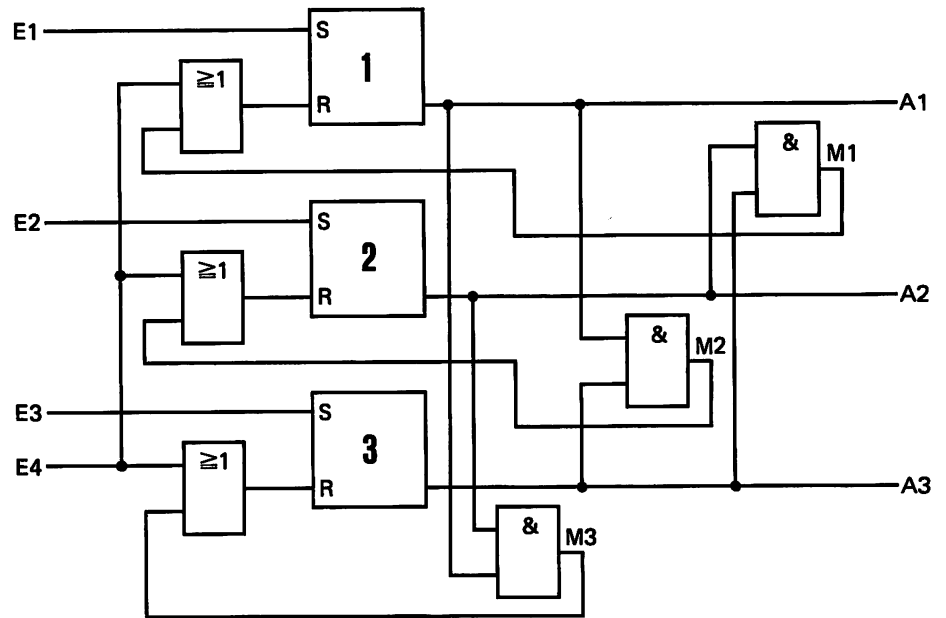
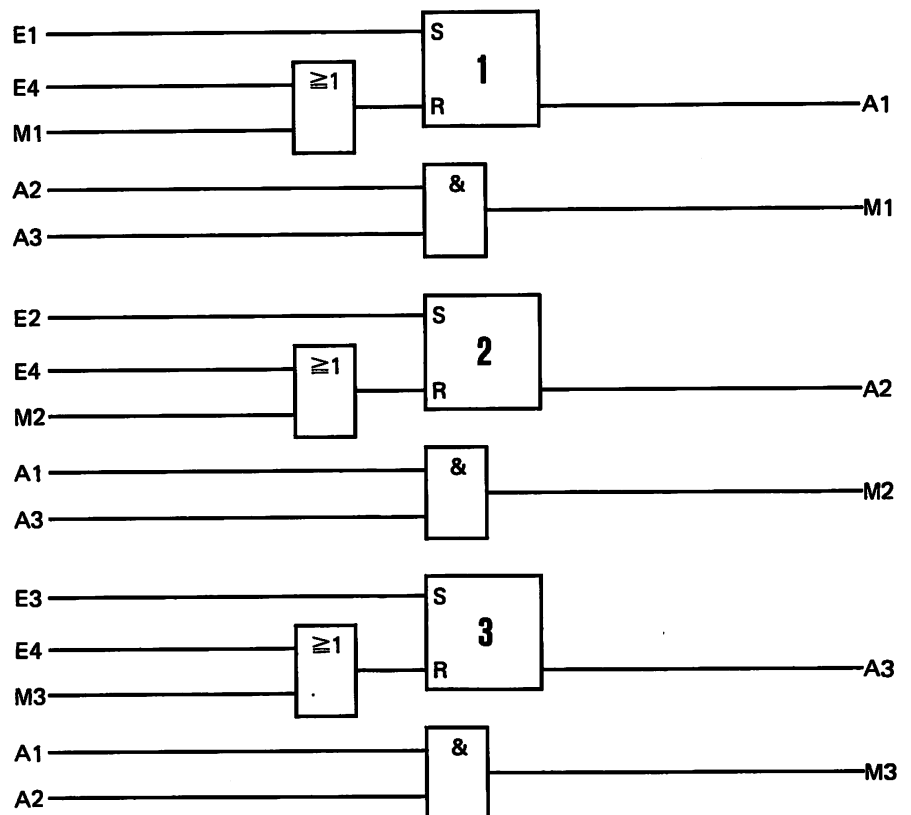
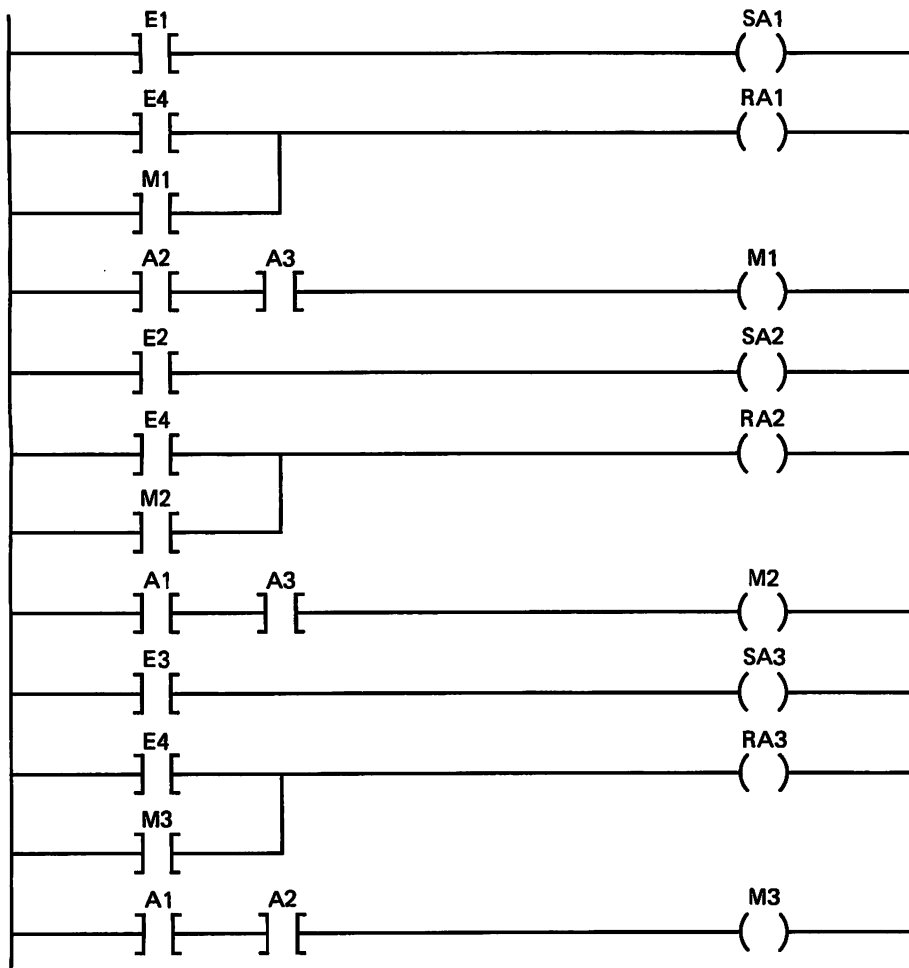

Bild F40.1
Bild F40.2
Bild F41.1
a) Eine Lösungsmöglichkeit zeigt das Bild F40.1. Der FUP ist in geschlossener Darstellung gezeichnet.
Den aufgelösten FUP von Bild F40.1 zeigt das Bild F40.2.
- c) Das Bild F41.1 enthält den KOP. Er entspricht bezüglich der Signalverarbeitung dem FUP von Bild F40.1 und F40.2.